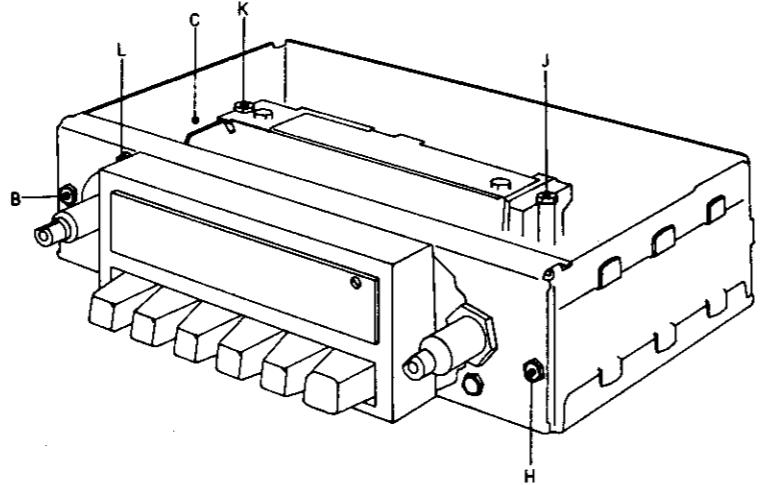

Fig. 4
5.7 Laut Fig. 4 die beiden Sechskantblechscreuben J, K entfernen.
- 5.13 Die Rastnasen der HF-ZF-Platte wieder in die Rückwand einschieben und die Platte festschrauben mit den beiden Sechskantblechscreuben J, K laut Fig. 4.
5.7 According to fig. 4, remove both hex. self-tapping screws J, K.